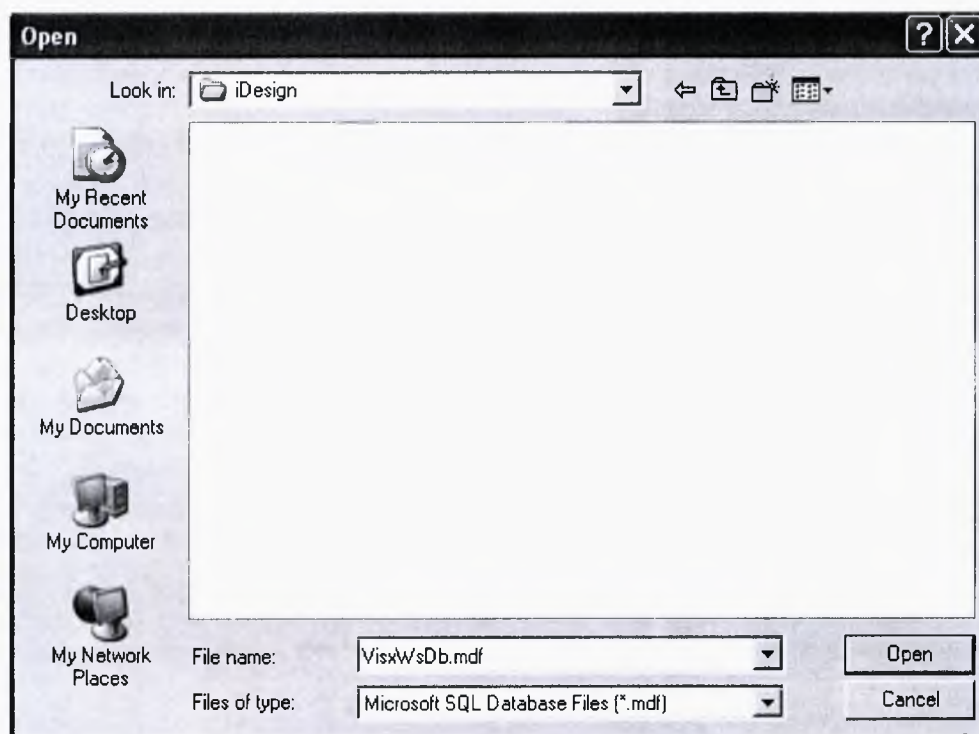

Figure 7.2 – Окно открытия файла
2. Нажмите кнопку **Import Patient Data** (Импортировать данные пациента). Появится экран открытия файла (Рисунок 7.2). Система автоматически выберет USB-накопитель, если он подключен.